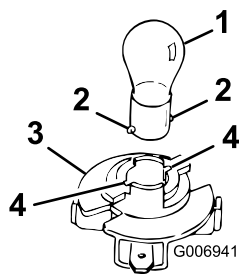

Figura 45
3. Gire el portalámparas 1/4 de giro en el sentido de las agujas del reloj y retírelo del reflector (Figura 45).
4. Empuje y gire la lámpara en el sentido contrario a las agujas del reloj hasta que haga tope (aprox. 1/4 de giro) y retírela del portalámparas (Figura 45).
2. Introduzca la base en el portalámparas (Figura 45).